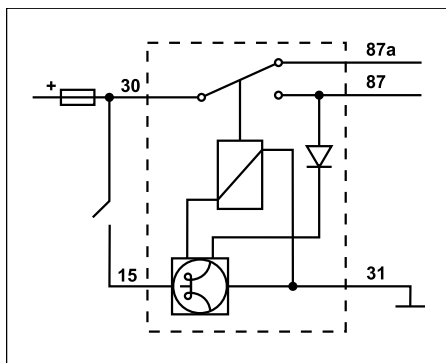

Рис.1
- 2.1.Подключить реле по схеме (рис.1).